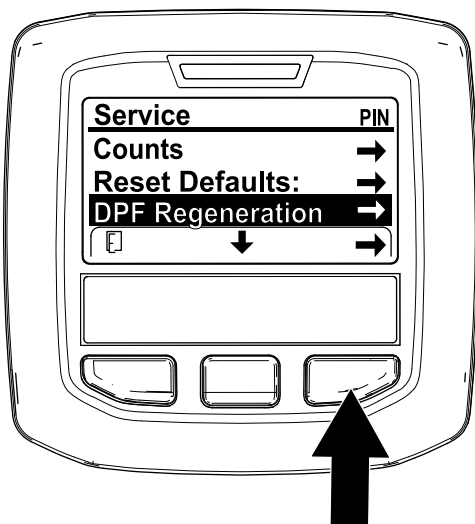

Bild 24
1. Navigieren Sie auf das Menü „Service“ und drücken Sie die mittlere Taste, um auf die Option DPF REGENERATION zu navigieren (Bild 24).
2. Drücken Sie die rechte Taste, um den Eintrag „DPF Regeneration“ auszuwählen (Bild 24).